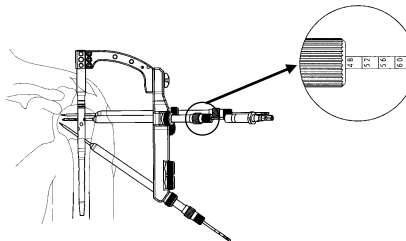

図 15
- 16) 2.9 ドリルアダプタを装着したキャンセラススクリュー用ドリル (L) にて穴あけを行います。(図 15)